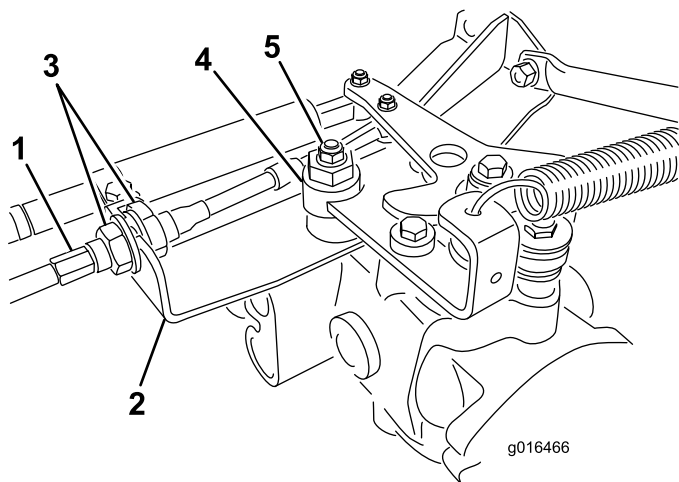

Bild 42
- A. Lösen Sie beide Klemmmuttern, mit denen der Fahrtriebs-Bowdenzug an der Trennwand am Hydrostat befestigt ist (Bild 42). Achten Sie darauf, dass die Klemmmuttern gleichmäßig gelockert sind und eine ausreichende Einstellung ermöglichen.
- B. Lösen Sie die Mutter, mit der der Exzenter oben am Hydrostat befestigt ist (Bild 42).
- D. Drehen Sie den Exzenter, bis kein Kriechen in jeder Richtung auftritt. Ziehen Sie die Schraube fest, wenn sich das Rad nicht mehr dreht, um den Exzenter und die Einstellung zu arretieren (Bild 42). Überprüfen Sie die Einstellung mit dem Gasbedienungshebel auf „Langsam“ und auf „Schnell“.
- E. Ziehen Sie die Sicherungsmuttern, mit denen der Bowdenzug an der Trennwand befestigt ist, **gleichmäßig** von der Innenseite der Trennwand fest (Bild 42). Verdrehen Sie nicht den Bowdenzug.